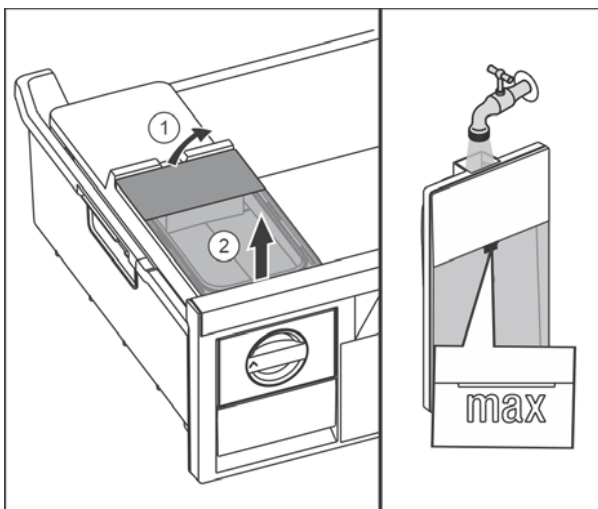

Fig. 31
- Поднять бак для воды сзади Fig. 31 (1) и извлечь движением вверх Fig. 31 (2).